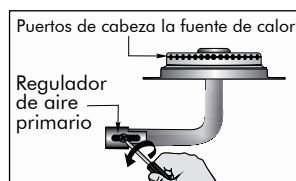

Figura 22
- Con un destornillador afloje el tornillo del regulador de aire primario (Ver figura 22).